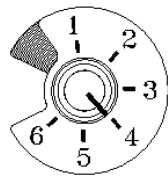

Fig. 17
- 1 Tourner le bouton « seuil d'alimentation » sur la position désirée (4 convient pour la plupart des granulés) (fig. 17)